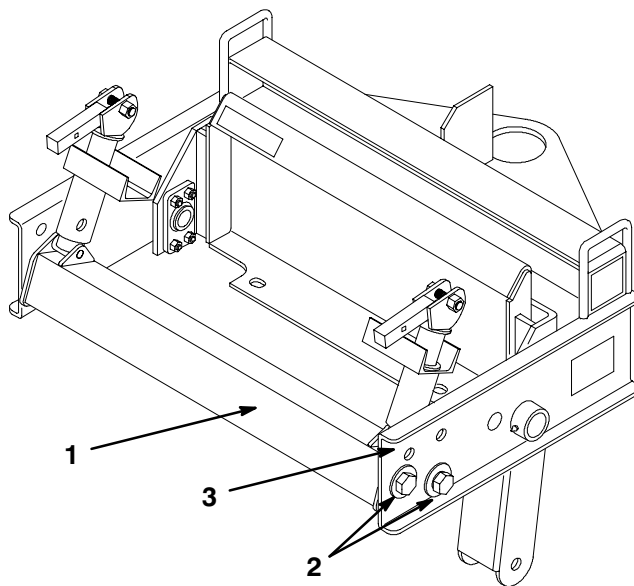

Figure 6
1. Retirer les quatre boulons de fixation de la traverse (Fig. 6).
2. Repositionner la traverse à la hauteur des trous supérieurs (Fig. 6).